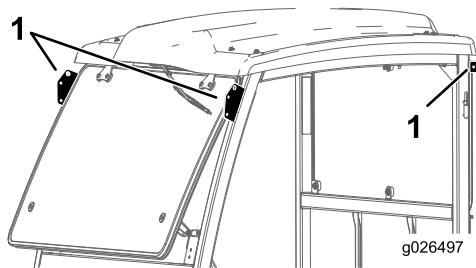

Bild 5
1. Heben Sie den Kabinenrahmen an den Hebstellen hoch und setzen Sie ihn auf die Maschine (Bild 5).